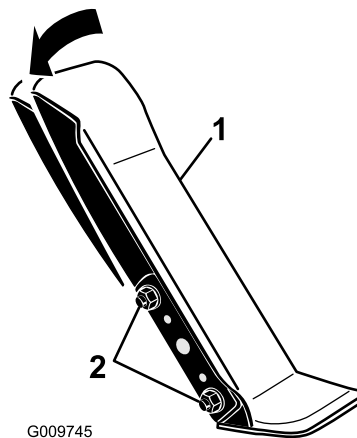

Figura 92
1. Desaperte as duas porcas e parafusos que fixam o lado esquerdo do pedal de tração ao suporte (Figura 92).
2. Rodar o pedal para o ângulo de funcionamento pretendido e apertar as porcas (Figura 92).